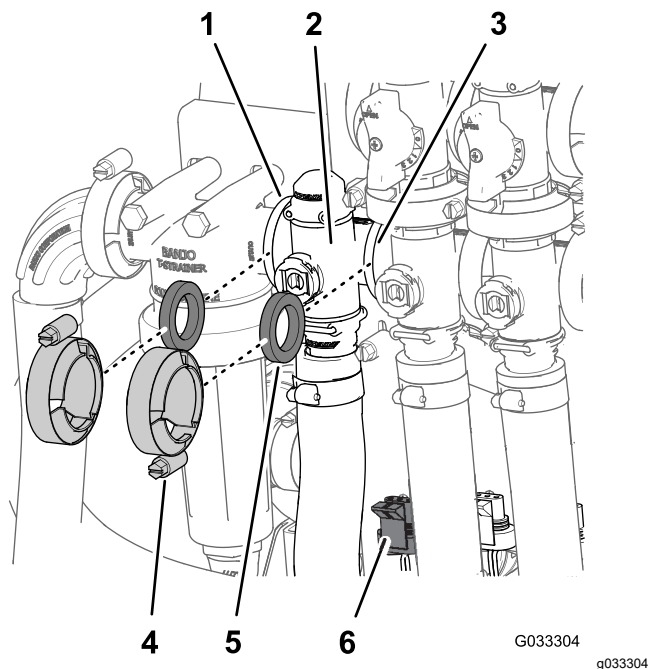

Figura 67
1. Îndepărtați clemele și garniturile care fixează colectorul pentru supapa de control al ratei (Figura 67).